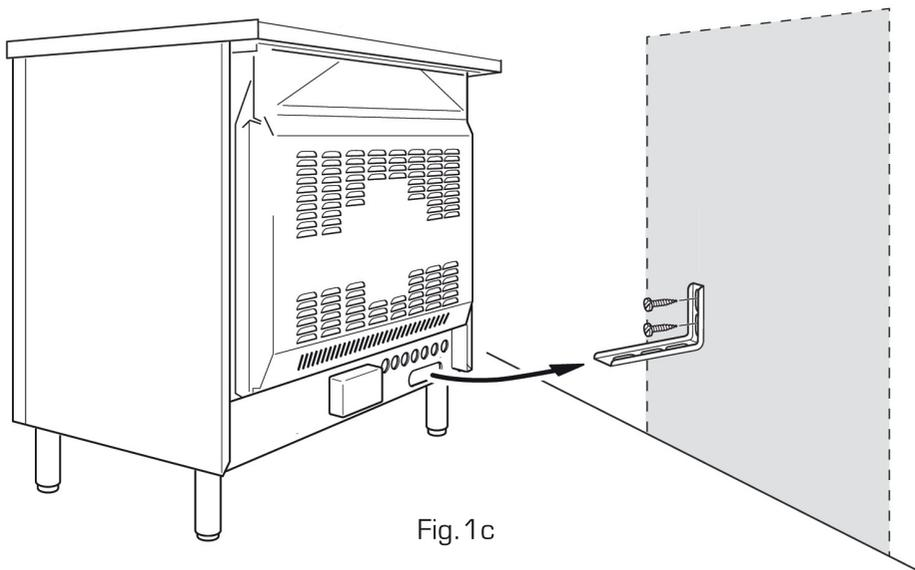

Fig. 1c
- Une fois que vous avez décidé où installer la cuisinière, faites deux marques sur le mur ; ces marques correspondent aux endroits où les 2 vis de l'équerre anti-basculement doivent être vissées. Suivez les indications présentées sur la **figure 1c**.
- Déplacez la cuisinière près du mur et ajustez la hauteur de l'équerre anti-basculement de sorte qu'elle puisse entrer dans l'emplacement prévu à l'arrière de la cuisinière, comme sur la **figure 1c**.